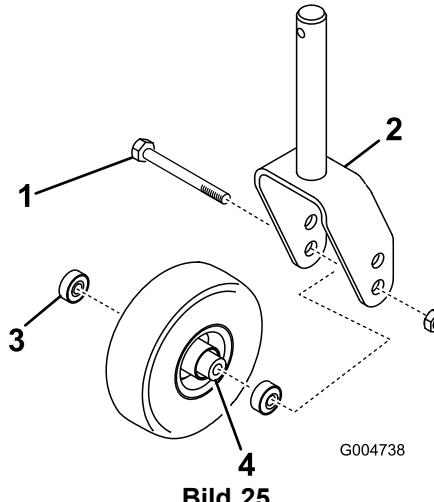

Bild 25
1. Entfernen Sie die Sicherungsmutter von der Schraube, mit der das Laufrad an der Gabel befestigt ist (Bild 25). Halten Sie das Laufrad fest und schieben die Schraube aus der Gabel oder vom Gelenkkarm ab.
2. Entfernen Sie das Lager aus der Radnabe und lassen das Lagerdistanzstück herausfallen (Bild 25). Entfernen Sie das Lager aus der gegenüberliegenden Seite der Radnabe.